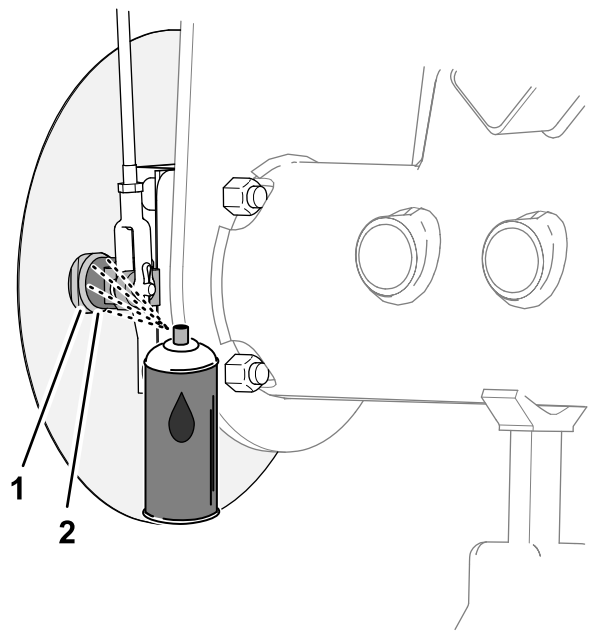
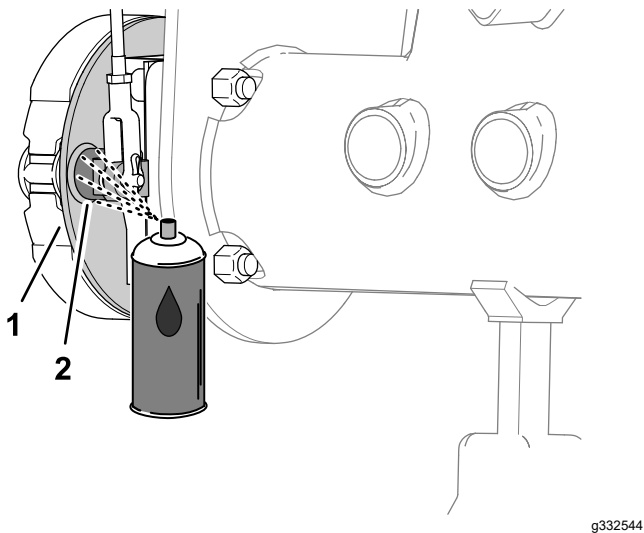

図 80
図 79
1. ブレーキのバックリングプレートの機体中心側ガラスシールド非装着車の場合または、ホイールシールドの機体中心側ガラスシールド装着車の場合に、ブレーキのカムシャフトとバックリングプレートとの間に浸潤性のオイルをスプレーする 図 79または 図 80。